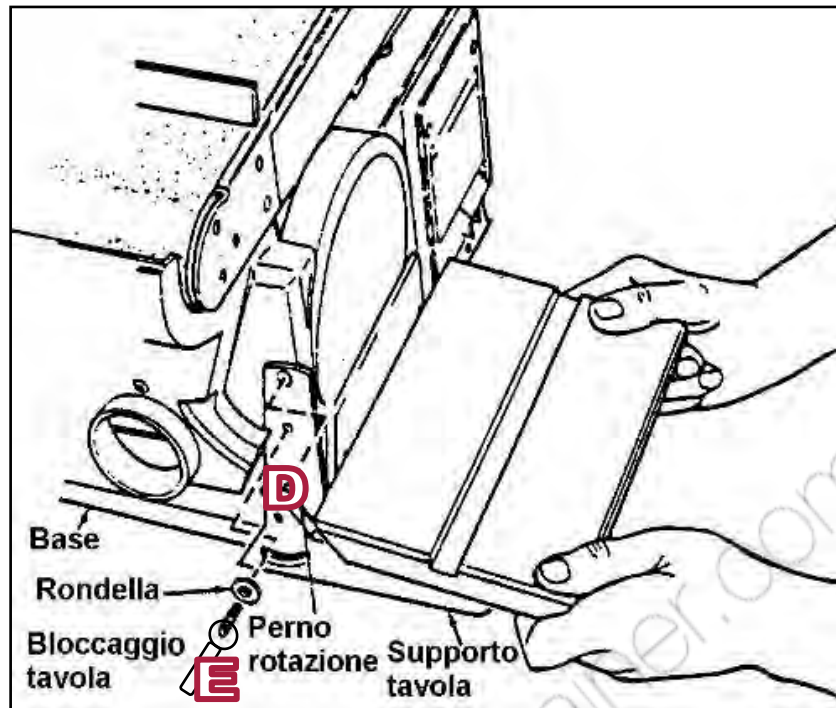

Figura 8 – Montaggio della tavola di lavoro.
4. Girate la tavola in modo che il supporto e le relative viti di fissaggio siano rivolti verso il basso, quindi posizionate la tavola in modo tale che il perno (D) presente nel supporto sia allineato con il foro presente sul corpo macchina, come mostrato in figura 8.
5. Inserite la leva di bloccaggio (E) della tavola, con la relativa rondella, nella sede scanalata per la rotazione della tavola, dopodichè avvitate la leva nel foro filettato presente sul corpo macchina.
1. Rimuovete la tavola da lavoro, svitando la leva di fissaggio (E) posta a sinistra della tavola stessa (figura 8). Allentando la leva, la tavola può essere sfilata e rimossa dalla macchina.